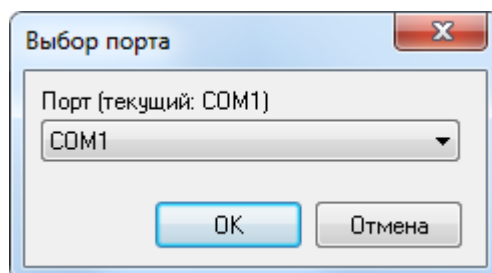

Рисунок 97. Выбор порта суммарного газоанализатора
2. В появившемся диалоге в выпадающем списке выберите порт, по которому будет осуществляться приём данных (рис. 97).